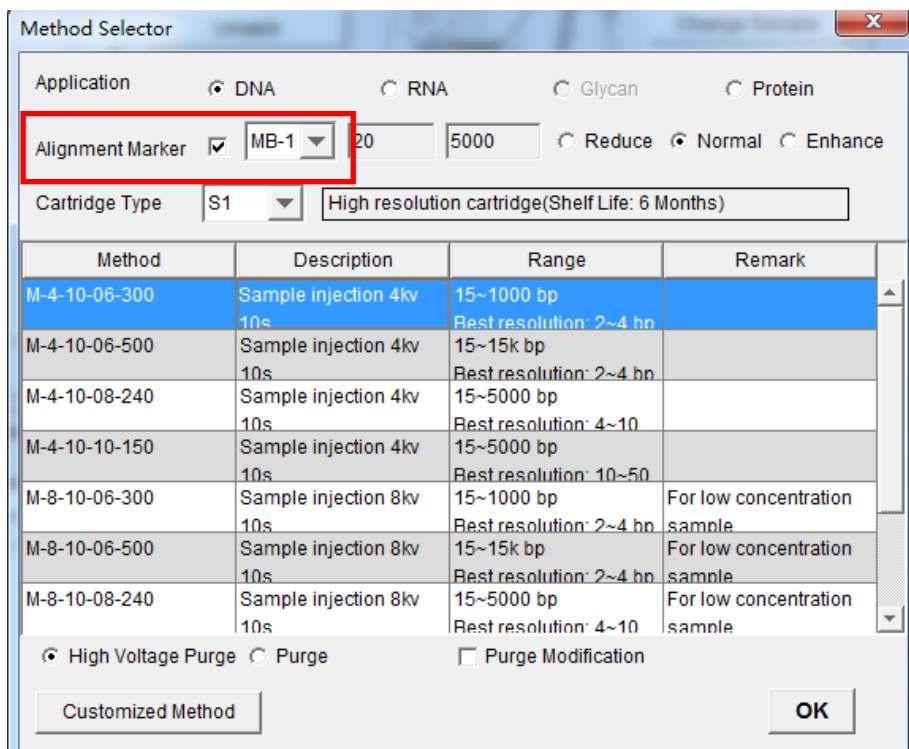

图 4 检测方法选择
(3) 点击 Method 下方空白格子 (C 处), 弹出检测方法选择框 (图 4), Alignment Marker 选择 MB1, 选择 Method 时也同样注意电压要与卡夹校准时的电压一致, 选好后点击 OK; Sample Duration (吸样时间) 设置为 5s、其他默认; 就可以点击 Run。